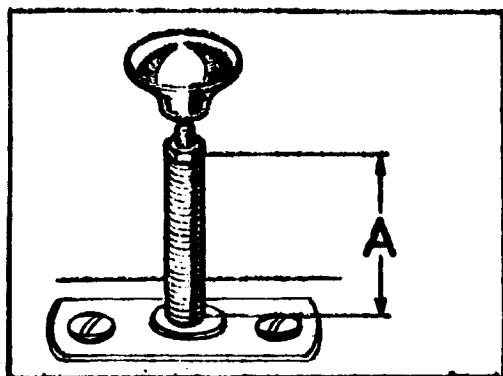

Fig. A3-9 Regulación del mando de acoplamiento de tracción total
- A) Con el mando en posición alta, se montará el casquillo, muelle y tuerca. Empujar el mando hacia abajo y actuar en la contratuerca del pomo para -- que la longitud, A (Fig. A3-9) del muelle comprimido, sea de 47 á 48 mm.